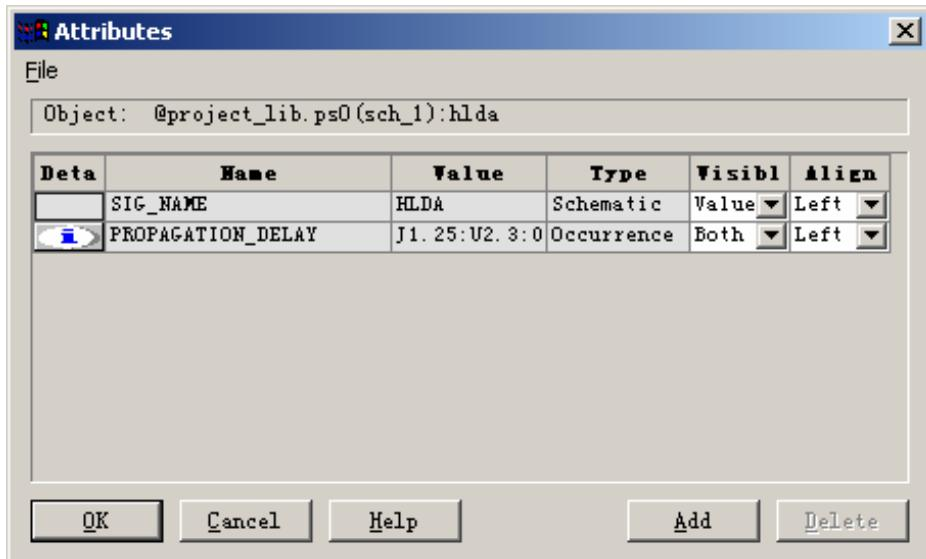

图 3-2 属性对话框
25. 点击网络“HLDA”，出现【Attributes】对话框，请见图 3-2。有两个值，下面将值显示出来看看。